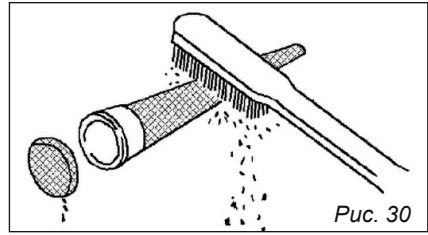

Рис. 30
3. Очистите нагар на экране глушителя и искрогасителе с помощью проволочной щетки, рис. 30.